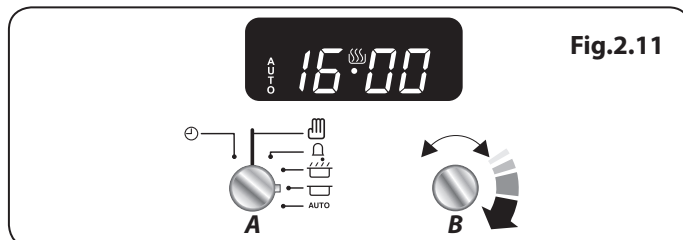

Fig.2.11
3. Vrid inställningsvredet (B) för att ställa in det klockslag då du vill att ugnen ska stoppa tillagningen (**Fig.2.11**).